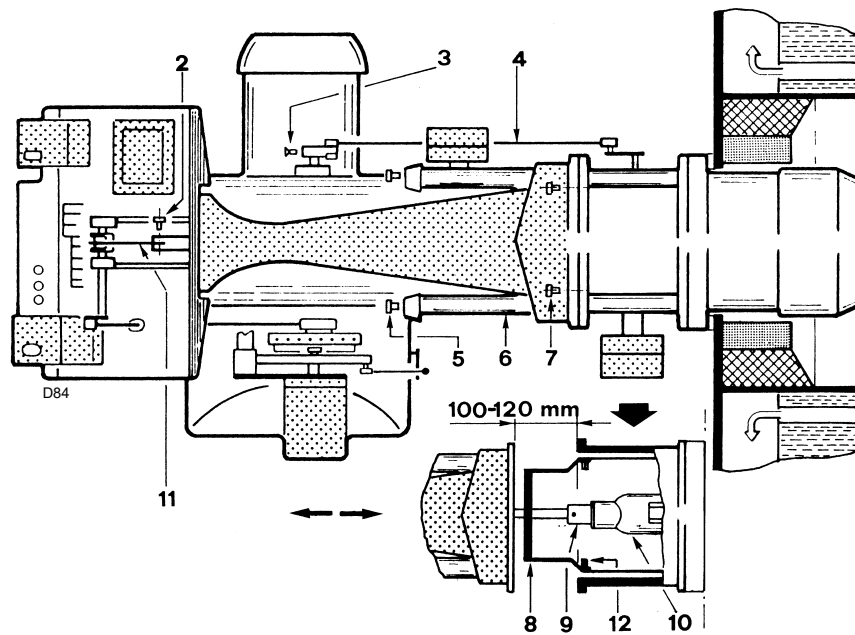

Abb. 36
- Entfernen Sie die Schrauben 7) (Abb. 36), mit denen das Gebläse 3) am Flammkopf 4) befestigt ist.